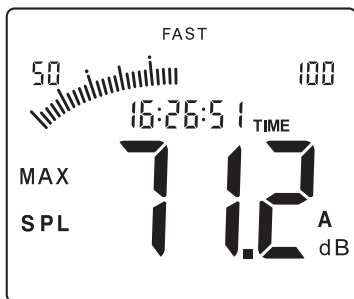

Figura 16
1. Durante o modo de medição, pressione a tecla “**MAX/CLOCK**” para congelar o valor máximo registrado a partir desse momento. Esse valor permanecerá fixo no display até que seja detectado um nível sonoro superior. A indicação “**MAX**” será exibida no display. O display será exibido conforme ilustrado na Figura 16.